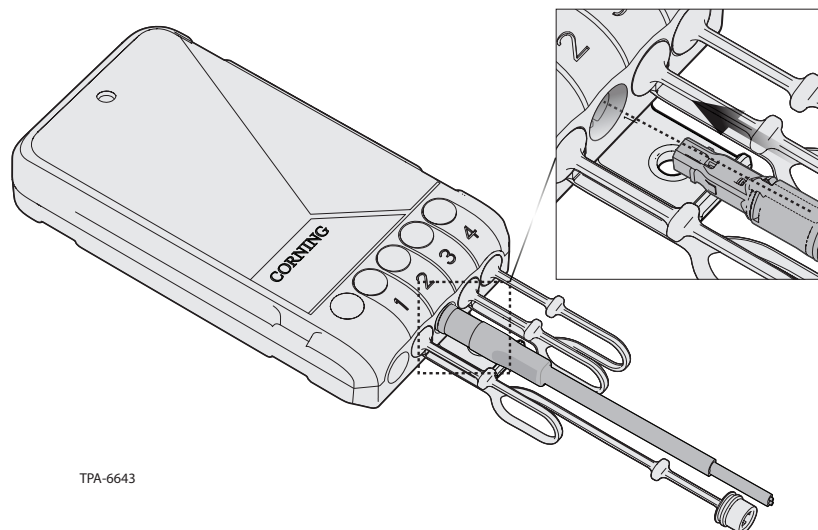

Abbildung 24
Schritt 2: Richten Sie die Kerbe oben auf dem Steckverbinder an der Taste des Anschlusses am Terminal aus. (Abbildung 24).